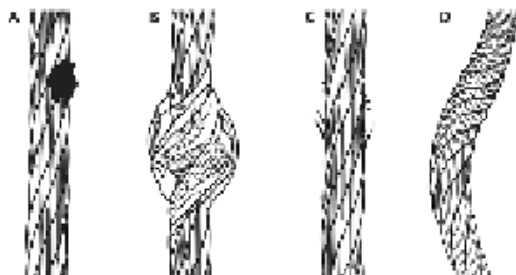

Figure 10 : inspection du câble
Inspecter toute la longueur de la ligne constitutive. Examinez attentivement la ligne de vie du câble à la recherche de câbles brisés, de brûlures par éclaboussures de soudure, de scories de soudure, de cages à oiseaux, de fils et de torons pliés. Vérifiez également s'il y a de la rouille, de la saleté, de la peinture, de la graisse ou de l'huile. Vérifier les dommages causés par la corrosion chimique ou une chaleur excessive, comme c'est le cas pour la décoloration. Voir la figure 10 pour des exemples. Si l'une de ces conditions existe, mettez le DAR hors service.
Extrayez tout le câble et vérifiez sur toute la longueur de travail s'il n'y a pas de dommages causés par une corrosion chimique ou une chaleur excessive, comme en témoigne la décoloration (A), la cage à oiseaux (B), les brins de fil cassés (C), les plis et les brins courbés (D), voir la figure 10. Le câble devrait se rétracter complètement sans vaciller et devrait rester tendu sous tension sans s'affaisser.